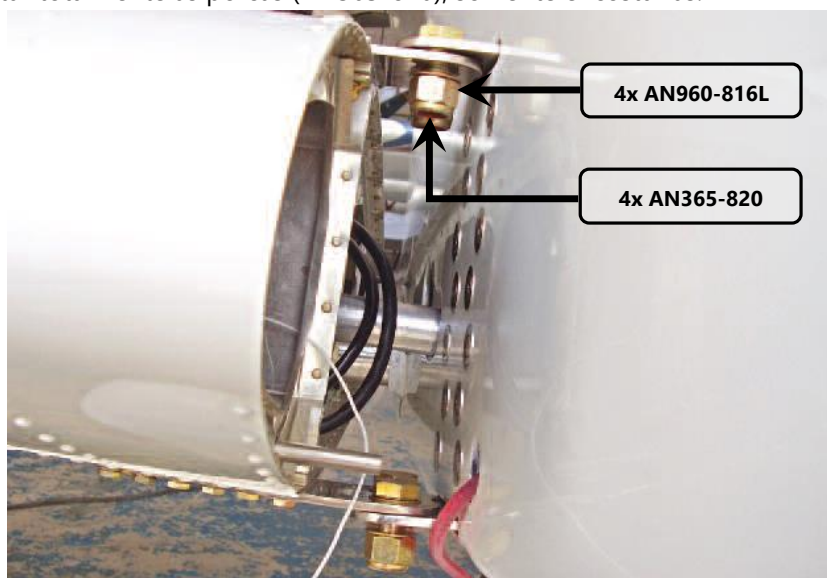

Figura 57.10.6 – Instalação das porcas nas ferragens de titânio.
6. Instalar as porcas AN365-820, com arruelas AN960-816L, nas ferragens de titânio conforme figura 57.10.6. Não apertar totalmente as porcas (AN365-820), somente encostá-las.